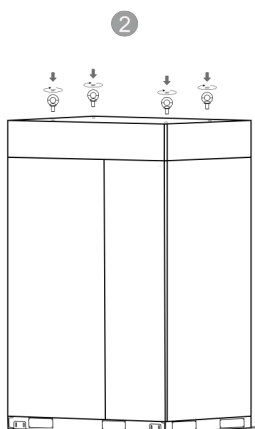
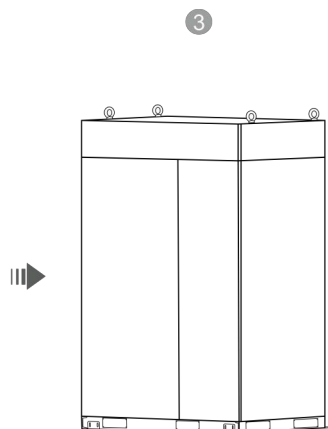

Abbildung 2
Abbildung 3
2. Setzen Sie die vier Transportösen in die Löcher auf der Oberseite der Maschine ein und drehen Sie sie dann im Uhrzeigersinn, bis sie fest sitzen. Siehe Abbildung 2 und Abbildung 3.